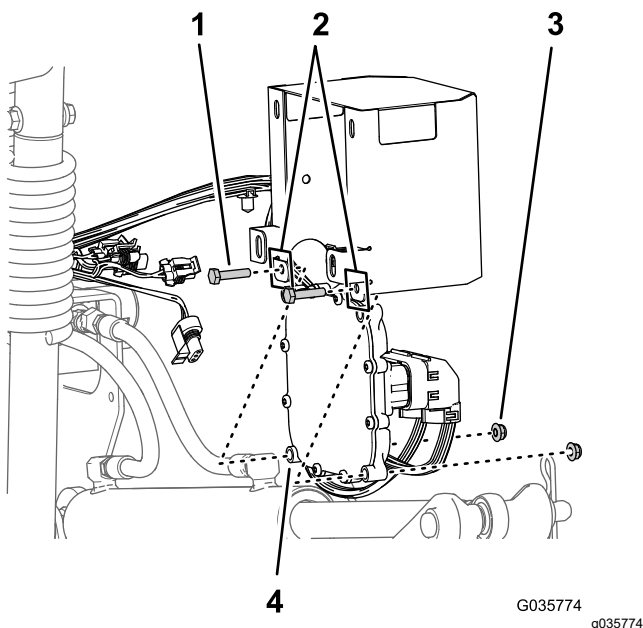

Figura 28
- 1. Alinhe o controlador eletrônico para o interior da cobertura do controlador com os orifícios de montagem exteriores inferiores do controlador alinhados com os orifícios na flange interior inferior da cobertura (Figura 28)
- Monte o controlador na cobertura com dois parafusos (¼ pol. x 1½ pol.) e duas porcas de bloqueio flangeadas (¼ pol.), como se mostra na Figura 28.